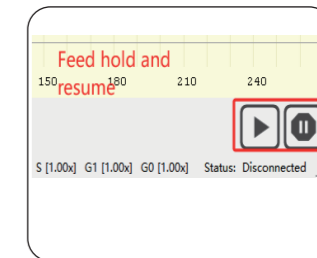

Abbildung 20: Vorschub anhalten und fortsetzen
- **Wenn Sie einfach nur eine Pause einlegen möchten, während der Laser läuft, und unvollendete Arbeiten fortsetzen möchten, können Sie auf die Schaltfläche „Vorschub halten und fortsetzen“ klicken, wie in Abbildung 20 dargestellt.**